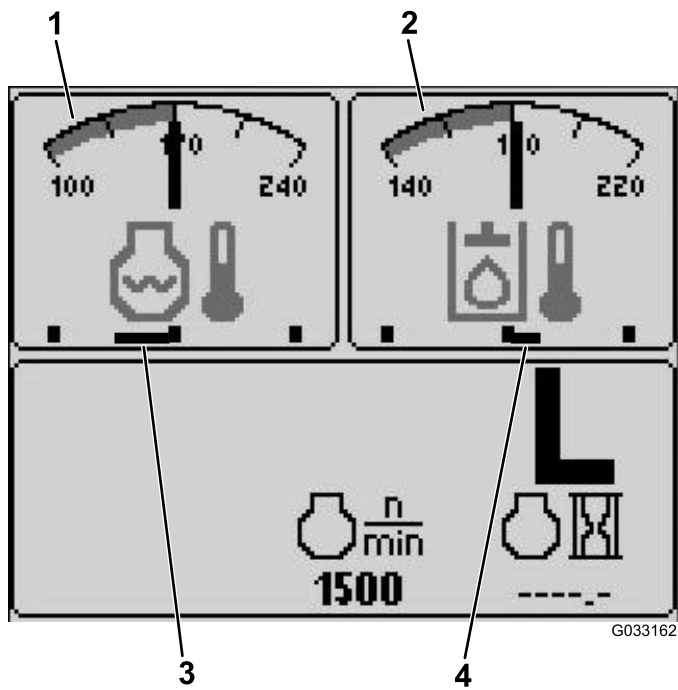

Figure 5
- Indicateur de température de liquide hydraulique et de ventilateur – écran supérieur droit (Figure 5)
- Indicateur de température de liquide de refroidissement du moteur et de ventilateur – écran supérieur gauche (Figure 5)
Remarque: Dans l'exemple de la Figure 5, les ventilateurs de liquide de refroidissement du moteur tournent à 50 % de la vitesse en arrière.
Le sens de rotation du ventilateur est également indiqué sur l'écran de la température du liquide de refroidissement du moteur et l'écran de la température du liquide hydraulique. Si la barre est à droite du point de repère central, les ventilateurs tournent en avant. Si la barre est à gauche du point de repère central, les ventilateurs tournent en arrière (Figure 5).
Il indique la température du liquide hydraulique et l'état du ventilateur de refroidissement (Figure 5).
Il indique la température du liquide de refroidissement du moteur et l'état du ventilateur de refroidissement (Figure 5).